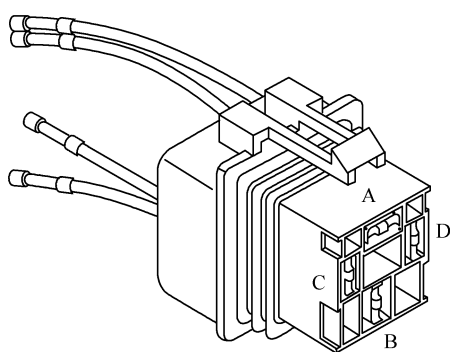

图 6-83 Packard 新插头
(1) 触针更换 插头触针不能更换, 必须整体更换插头。
(2) 插头更换
① 本插头包括在导线维修工具包中。安装新插头(图 6-83)应进行测试, 以确定插头能正确锁定。